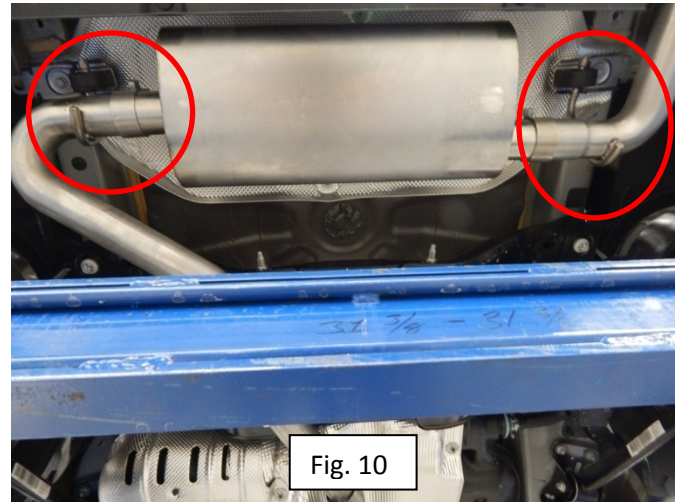

Fig. 10
4. Ponga una abrazadera de 57 mm sobre la entrada expandida del silenciador. Deslice la entrada expandida del silenciador sobre la tubería intermedia. No apriete la abrazadera. Fije el aislador a la carrocería con el perno de fábrica. Apriete entre 27 y 33 N-m (20 y 25 lb-pie). Ref. Fig. 10.
5. Ajuste el casquillo en relación con el centro de la abertura en la placa protectora trasera. Después de alinear el casquillo, ajuste la tubería intermedia y la tubería delantera para asegurarse de que haya un mínimo de 25 mm de tolerancia (1 pulgada), entre el escape y cualquier parte del vehículo. Apriete todas las abrazaderas del sistema entre 43 y 47 N-m (32 y 35 lb-pie). Ref. Fig. 10, 11.